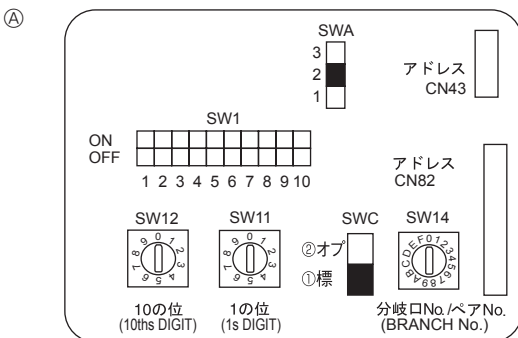

Fig. 6-4
6.5. Ρύθμιση διευθύνσεων (Fig. 6-4)
6.6. Ρύθμιση διακόπτη για διαφορετικά ύψη ταβανιού (Fig.6-4)
6.7. Διερεύνηση θερμοκρασίας δωματίου με το ενσωματωμένο διερευνητικό σε ελεγκτή εξ αποστάσεως (Fig.6-4)